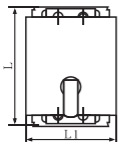

图2a DZ20-100
(1) 电动操作机构安装在断路器上经调试合格后一起出厂，用户在安装断路器时若要拆卸电机，一定要在原处先做标记，然后再拆，再将电机装上时按标记位置装上；
(2) 电动操作机构的外形尺寸见图2a、2b、及表3；